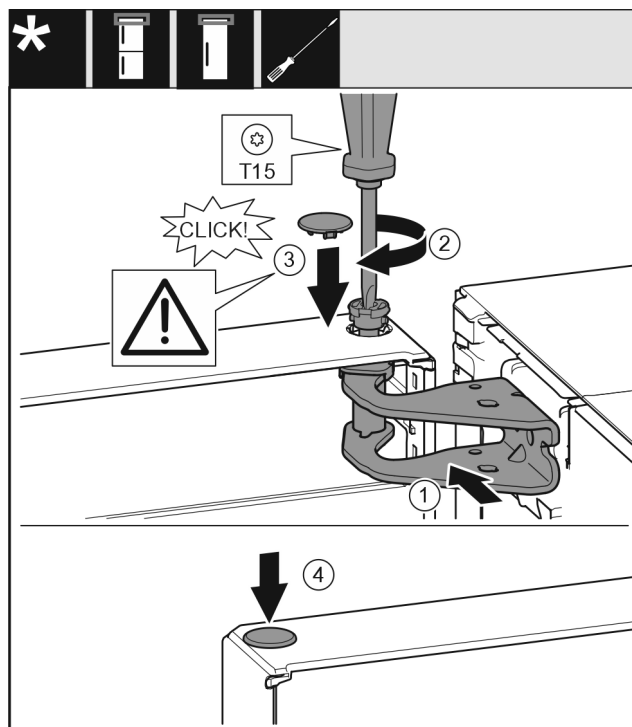

Fig. 20
- ▶ Alinee la parte superior de la puerta respecto a la abertura en el soporte de cojinete. Fig. 20 (1)
- ▶ Introduzca el perno y atorníllelo con el destornillador T15. Fig. 20 (2)
- ▶ Montar la cubierta del seguro para asegurar la puerta: introduzca la cubierta del seguro y compruebe si descansa sobre la puerta. De lo contrario, introduzca por completo el perno. Fig. 20 (3)
- ▶ Coloque el tapón. Fig. 20 (4)